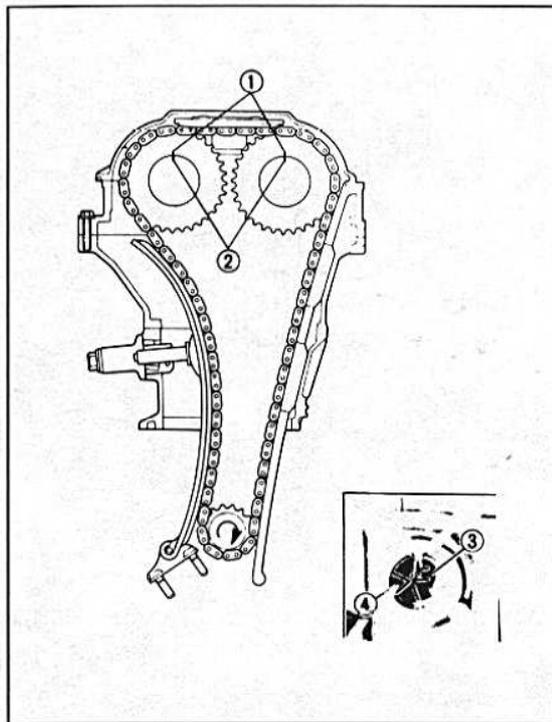

Bild 153
- Das Zugtrum soll bei korrekter Ausrichtung straff liegen (Bild 153).